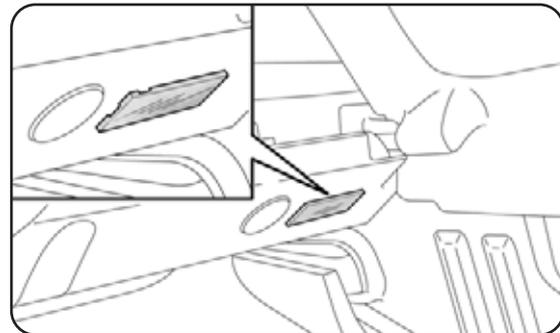

fig. 40
**PLAFONIER DA BAGAGEIRA fig. 40**